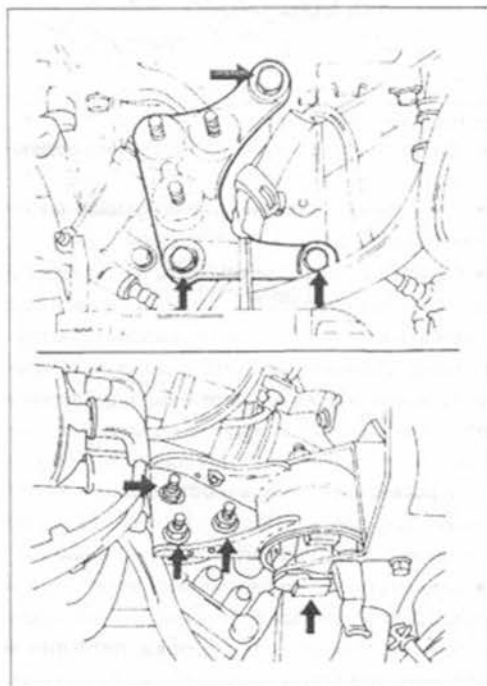

Рис.170.
● Смонтировать кронштейн подвески двигателя. Для этого показанный на рис.170 кронштейн установить в коробке передач и затянуть три болта на 56—80 Нм. Если смот-
- Серьгу подвески наложить на верхнюю сторону только что смонтированного кронштейна. Три показанные на рис.170 гайки (А) затянуть на 65—90 Нм, вставленные с боков болты (В) — на 67—93 Нм.